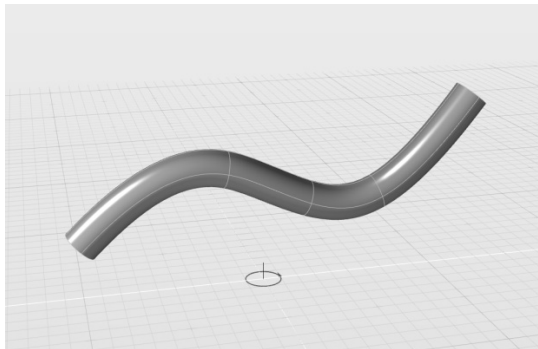

图 4-81 绘制管道曲线
2) 激活“管道”工具，当控制台提示“拾取剖面曲线”时，单击曲线圆，按〈Enter〉键或空格键确认；当控制台提示“拾取挤出路径曲线”时，单击开放的 NURBS 曲线，获得结果如图 4-81 所示。